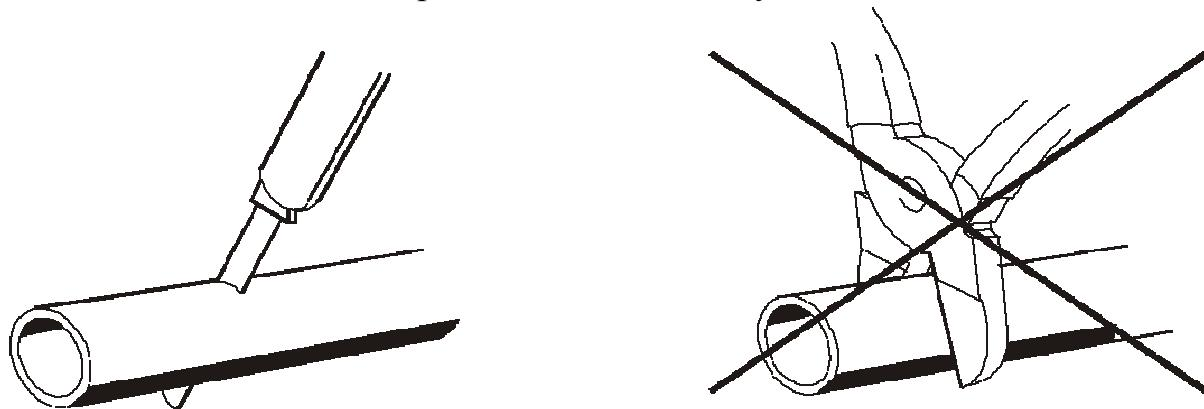

Рис. 9 - Отрезка трубопровода перед установкой.
10.7.2 При монтажных работах отрезку топливопровода производить только острым ножом, согласно рис. 9. На местах среза не допускаются сужение проходного сечения топливопровода, вмятины и заусенцы.